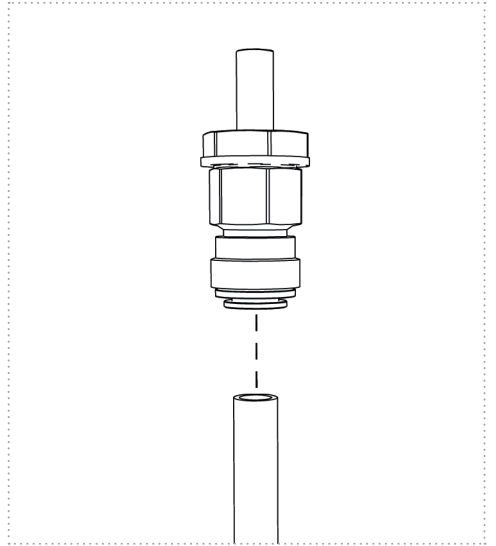

Abbildung: 9b
**Anmerkung:** Für die Verwendung des „Wasseranschluss-Adapters 12 bzw. 15mm“ mit Stecksystem für z.B. UniQuick u. Whale System (nicht im Lieferumfang enthalten) beachten Sie *Abbildung 9b*.